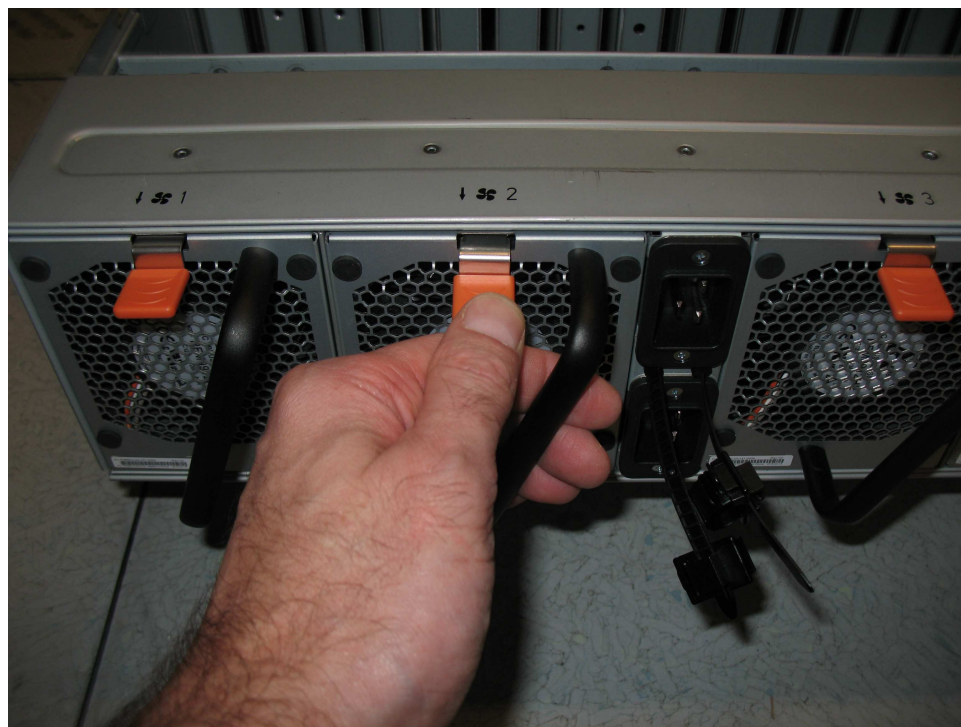

图 99. 风扇模块松开卡口
2. 按下风扇模块上的松开卡口，如第 112 页的图 99 所示。